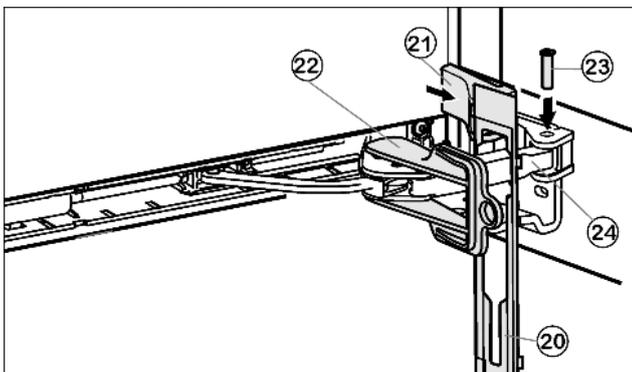

Fig. 14
- ▶ Accrocher le panneau Fig. 14 (20) sur l'étrier de l'amortisseur de telle sorte à ce que l'ergot d'encliquetage pointe vers l'avant et la face avant de l'appareil.
- ▶ Tirer l'étrier de l'amortisseur Fig. 14 (24) vers l'élément pivotant et enfoncer à nouveau le pivot Fig. 14 (23) à partir du haut, de telle sorte à ce que le carré repose dans l'évidement.
- ▶ Placer le cache Fig. 14 (21) et l'encliqueter.
- ▶ Retirer le dispositif d'arrêt Fig. 14 (22) en le tournant.
- ▶ Faire encliqueter le panneau Fig. 14 (20) sur la porte.